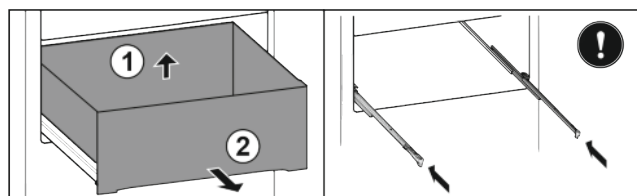

Fig. 29
- ▶ Unieść szufladę z tyłu Fig. 29 (1).
- ▶ Wyjąć do przodu Fig. 29 (2).